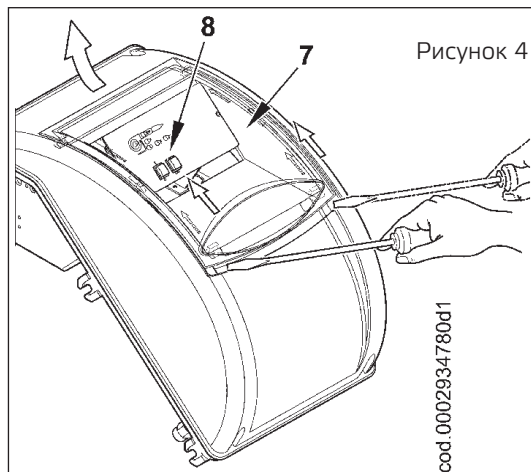

Рисунок 4
- 4) Чтобы снова закрыть крышку электрической панели, ввинтить 4 винта (1) оказывая момент зажима, составляющий примерно 5 Нм, чтобы обеспечивать правильную герметичность. Для получения доступа к приборному щитку (8) отцепите прозрачное окошко (7) легким нажатием инструмента (например, отвертки) в направлении стрелок (на рис. 4). Пусть окошко слегка продвинется, после чего снимите его с крышки.
- 5) Для правильного расположения прозрачного окошка на щите следовать рисунку 5. Поместить крюки в соответствующие гнезда (9) и продвинуть окошко в направлении, указанном стрелкой, до тех пор, пока не раздастся лёгкий щелчок. Теперь должное уплотнение гарантировано.